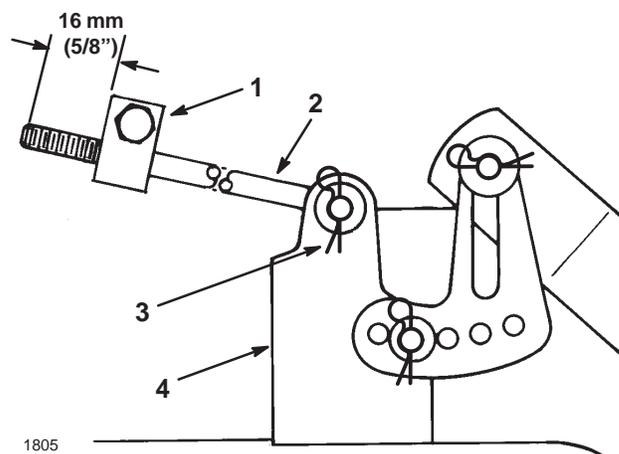

Abbildung 50
5. Die Länge der Stange messen, die vorne aus dem Einstellblock an den Seiten des Fahrgestells heraussteht (Abb. 50). Wenn die Länge der Stange nicht 16 mm (5/8") beträgt, Haarnadelsplint und Unterlegscheibe vom Ende der Stange entfernen (Abb. 50) und die Stange drehen, bis die Länge von 16 mm (5/8") erreicht ist. Dann das Ende der Stange im Loch im Mähwerkträger anbringen und mit Unterlegscheibe und Haarnadelsplint sichern. Diesen Vorgang an der anderen Mähwerkseite wiederholen.